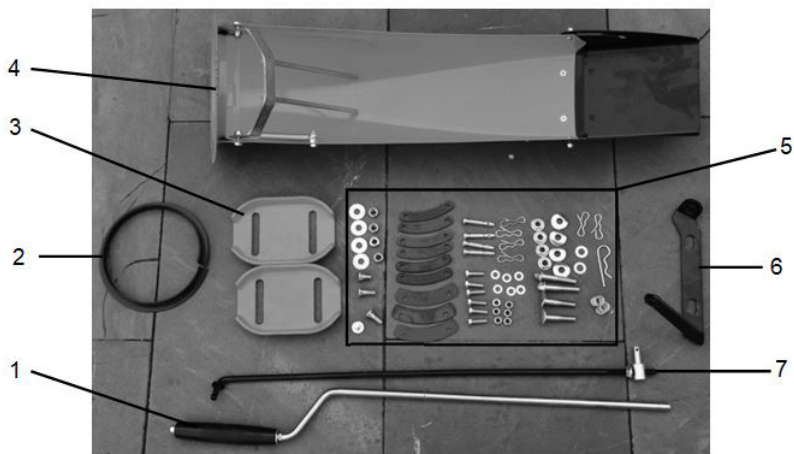

Рис. 4
6.1. Комплект для сборки снегоочистителя (рис. 4)
1. Установите уплотнительную прокладку желоба (рис. 4, поз. 2) на желоб;